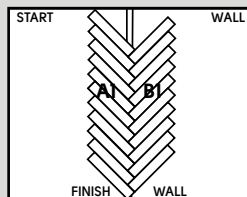

Fig. 6
7. Continúe instalando tablones sin cortarlos, trabajando en direcciones opuestas. Compruebe que los tablones están rectos sobre las líneas. (Fig. 6).